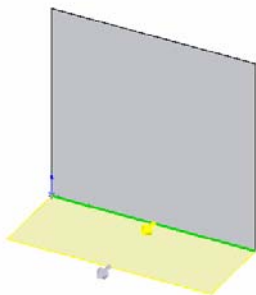

图 10-5 选择生成边线法兰边线
④ 生成边线法兰。选择菜单栏中的“插入”→“钣金”→“边线法兰”命令，或者单击“钣金”工具栏中的“边线法兰”图标。弹出“边线法兰”属性管理器，单击鼠标选择钣金零件的一条边，如图 10-5 所示，在属性管理器的选择边线栏中将显示所选择边线。